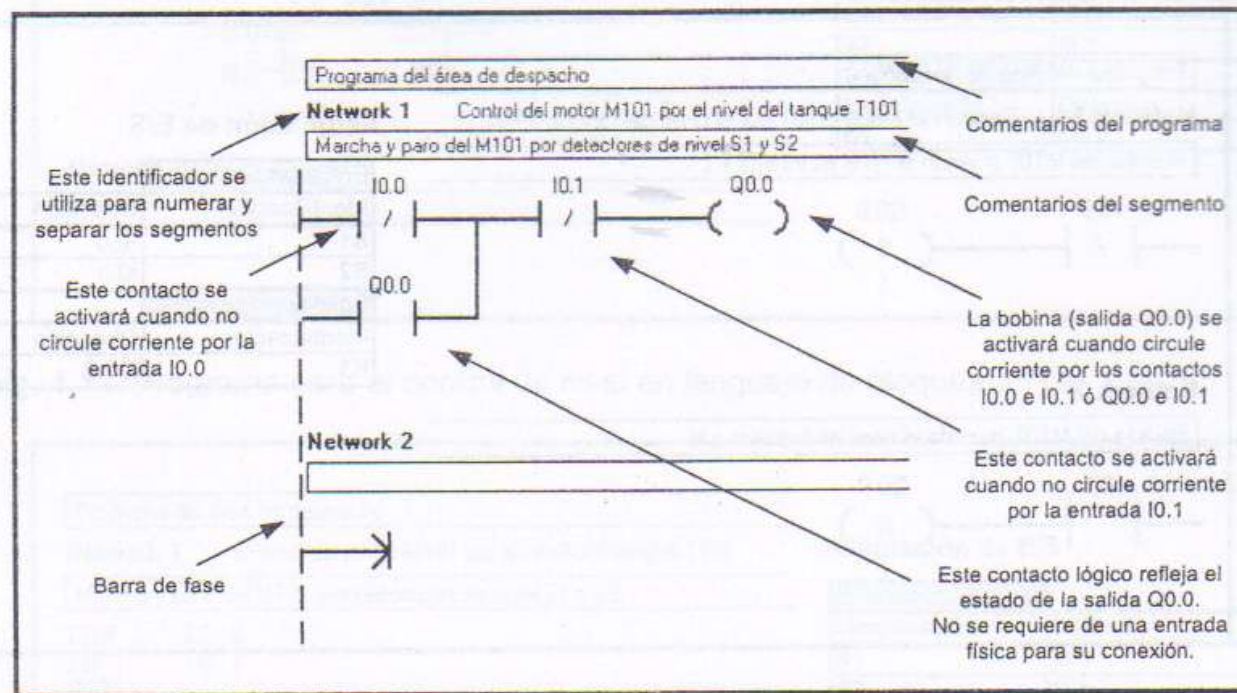

Fig. 1.10. Programa para el control de nivel en lenguaje de contactos o *ladder*.
**Tabla. 1.2.** Listado de asignación de entradas y salidas para el programa de la Fig. 1.10.